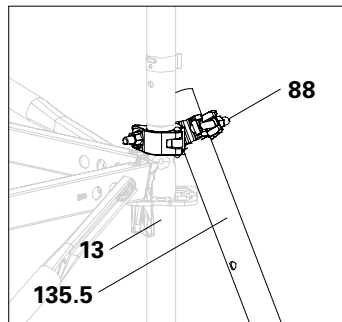

Abb. A15.05a
(Abb. A15.05a):
1. Multiabstützung EWB mit Gerüststütze (134) oder weiterem Innenrohr (135.5) verlängern.
4. Von sicherem Arbeitsplatz aus das Innenrohr mit einer Drehkupplung (88) am Vertikalstiel (13) montieren. Kupplung so dicht wie möglich an die Rosette heranschieben und anziehen. (Abb. A15.05a)